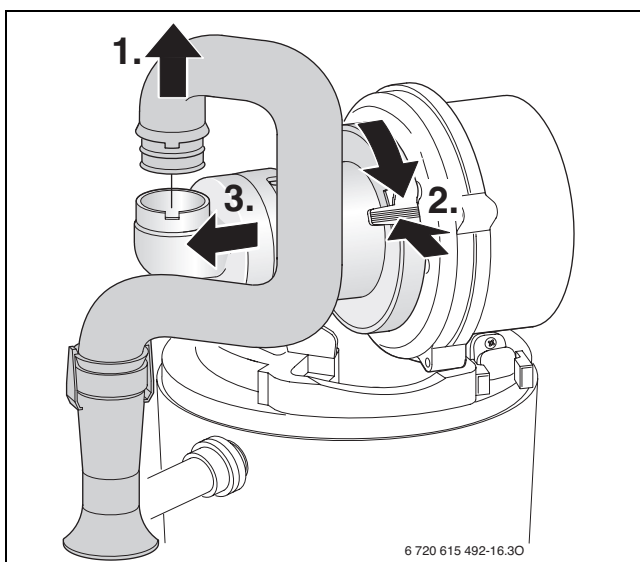

Fig. 69
- ▶ Smontare il dispositivo di miscelazione secondo la fig. 69.